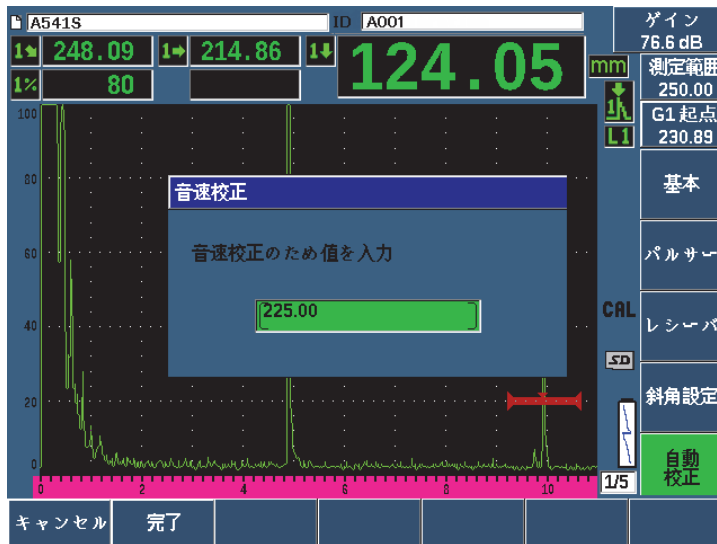

図 9-23 音速校正厚さ値の入力
9. 値が安定したら、**自動校正 > 音速校正**を選択します。画面がフリーズし、**音速校正値**を入力ボックスが現れます (187 ページの図 9-23 参照)。